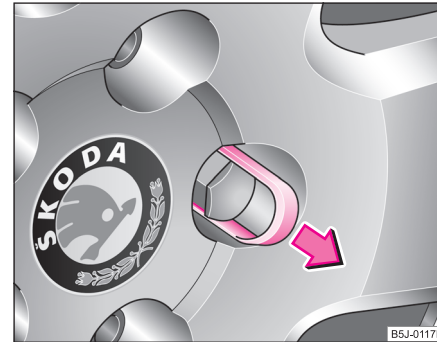

Abb. 158 Radwechsel: Abdeckkappe von der Radschraube abziehen
- Ziehen Sie die Kappe mit der **Kunststoffklammer** ab ⇒ Abb. 158.